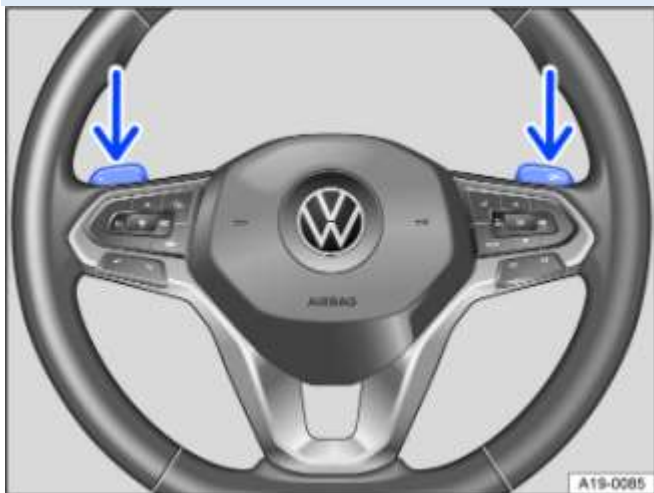

Fig. 105 Volant avec palettes pour passage des rapports de la commande Tiptronic
Dans le programme Tiptronic, il est possible de passer les rapports **D** et **S** en tirant une palette → Fig. 105.
- Tirez la palette droite vers le volant pour monter les rapports → Fig. 105.